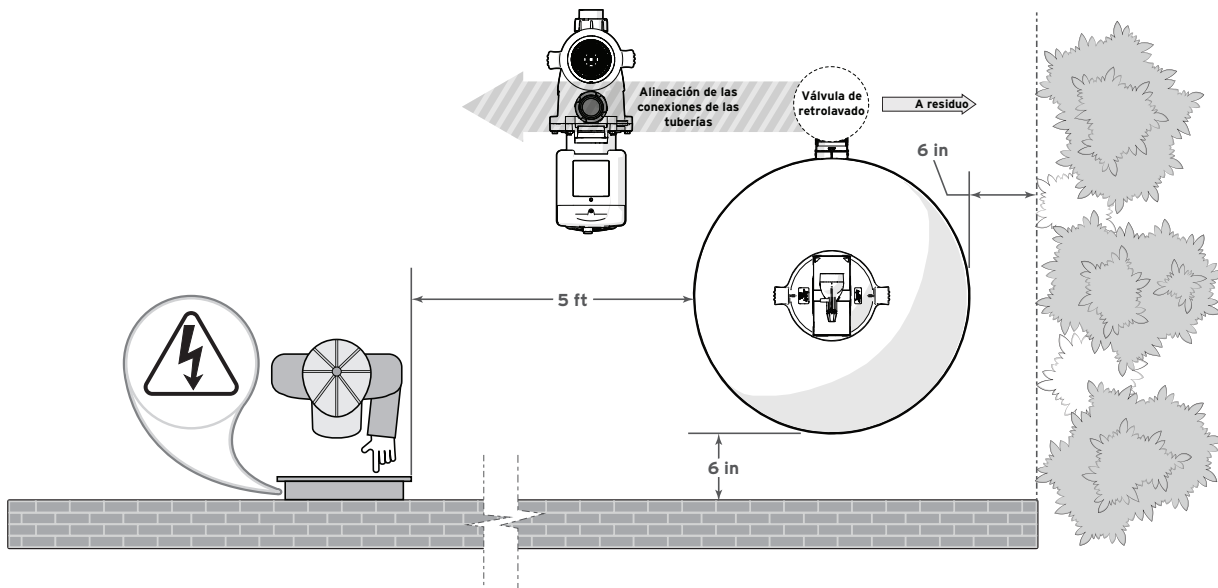

Figura 3. Requisitos de ubicación del filtro
- Coloque el filtro en la base de hormigón, alineado con los tubos de entrada/salida. Consulte la **Figura 3**.